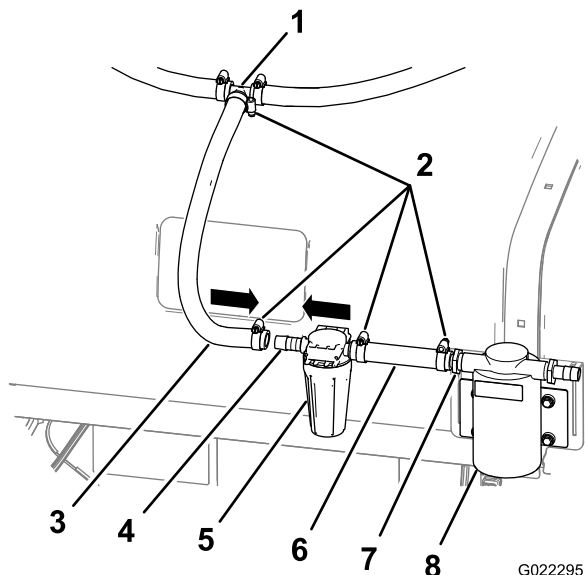

図 11
1. 42 cm ホースの自由端を、T字フィッティングに接続する；ホースクランプを使用する（図 11）。
2. ホースのもう一方の端を、すすぎポンプのフィルタに接続する；ホースクランプを使用する（図 11）。
3. すすぎポンプのフィルタの反対側に、15 cm ホースを接続する；ホースクランプを使用する（図 11）。
4. ホースのもう一方の端を、すすぎポンプの後部バンプフィッティングに接続する；ホースクランプを使用する（図 11）。